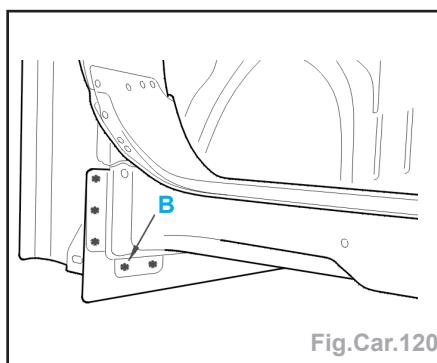

Fig.Car.120
- Découper par fraisage des points (opération symétrique) et découper par fraisage des points (côté G suivant B) par meulage des points côté D (Fig.Car.120).